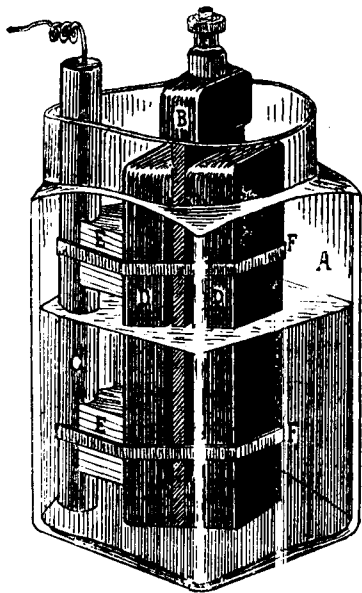

Рис. 2.
**Элементъ Лекланше.** Этотъ элементъ находитъ себѣ большое примѣненіе благодаря своей простотѣ и сравнительной дешевизнѣ и употребляется почти всюду, гдѣ есть электрическіе звонки. Новая модель этого элемента состоитъ (рис. 2) изъ стеклянной банки А, имѣющей четырехугольную форму; угольной пластинки В съ мѣднымъ зажимомъ на концѣ; амальгамированный (т. е. покрытый ртутью) цинковой палочки С и двухъ пластинокъ D, сдѣланныхъ изъ смѣси кокса и перекиси марганца и называемыхъ аггломератами. Кромѣ того, для элемента нужна одна